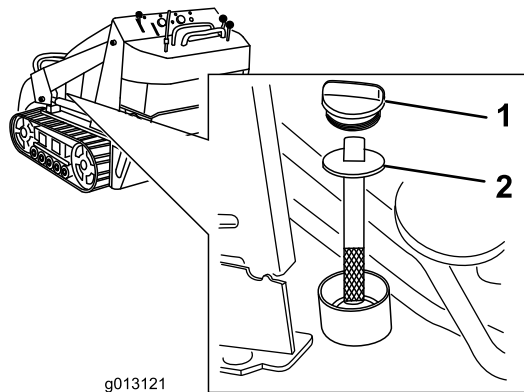

Figura 17
5. Limpie la zona alrededor del cuello de llenado del depósito de aceite hidráulico (Figura 17).
6. Retire el tapón del cuello de llenado y compruebe en la varilla el nivel de fluido (Figura 17).